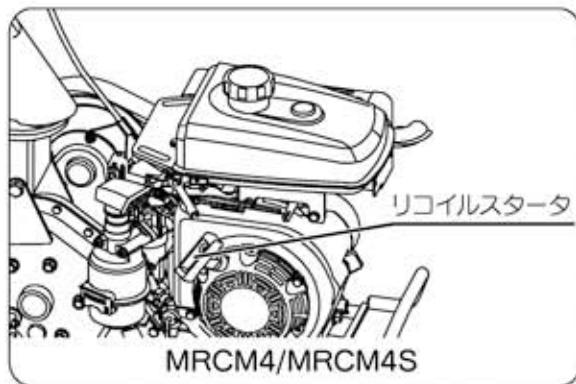

図28
- ❷ リコイルスターを圧縮のあるところまで軽く引き、この位置から勢いよく引っ張り、エンジンが始動したらチョークを徐々に元の位置にもどします。リコイルスターを1~2回操作しても始動しないとき、そのまま何回も引っ張っていると、燃料の吸いすぎとなり、始動が更に困難となりますのでチョークを元の位置にもどして、リコイルスターを引っ張ってください。(図28)